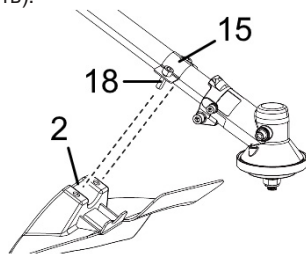

Рисунок 2
3.3 Монтаж захисного кожуха (дивіться рисунок 2):
- надійно закріпіть захисний кожух на штанзі двома гвинтами (18, рисунок 2) з комплекту постачання за допомогою шестигранного ключа.